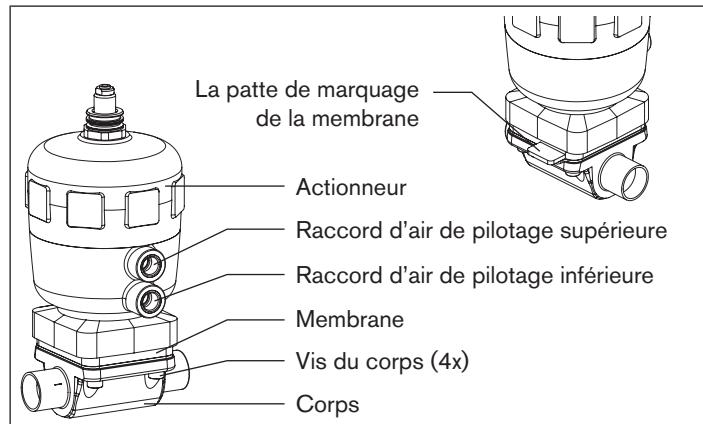

Fig. 18 : Maintenance
La patte de marquage de la membrane doit être perpendiculaire au sens du débit (voir « Fig. 18 »).
- La patte de marquage de la membrane doit être perpendiculaire au sens du débit (voir « Fig. 18 »).**
- Appliquer de l'air comprimé (5 bars) au raccord d'air de pilotage supérieure (voir « Fig. 18 »).